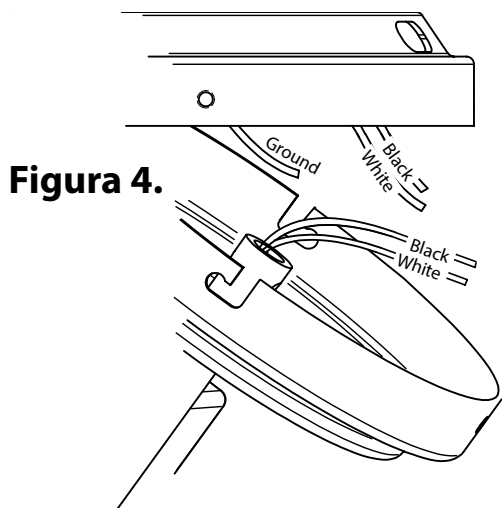

Figura 4.
- Conecte el hilo negro del ventilador (alimentación) al hilo negro (fase) proveniente del techo, como se muestra en la figura 4.
- Conecte el hilo rojo del ventilador al hilo rojo proveniente del techo, como se muestra en la figura 4.
- Conecte el hilo verde del ventilador (masa) al hilo de tierra como se muestra en la figura 4.